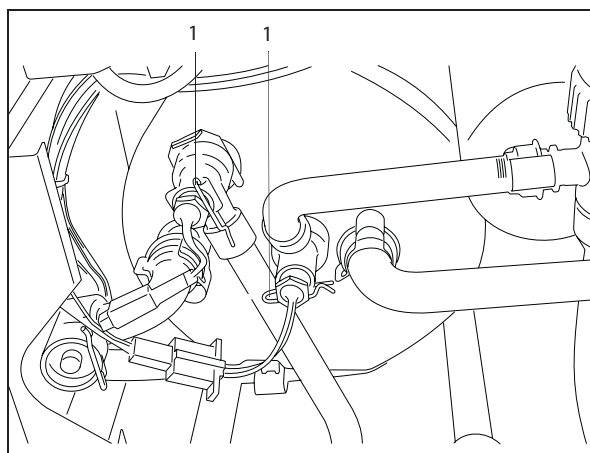

Fig. 49 Smontaggio dei sensori di Standby e dell'acqua calda
- Estrarre il fermaglio di sicurezza (fig. 49, pos. 1).